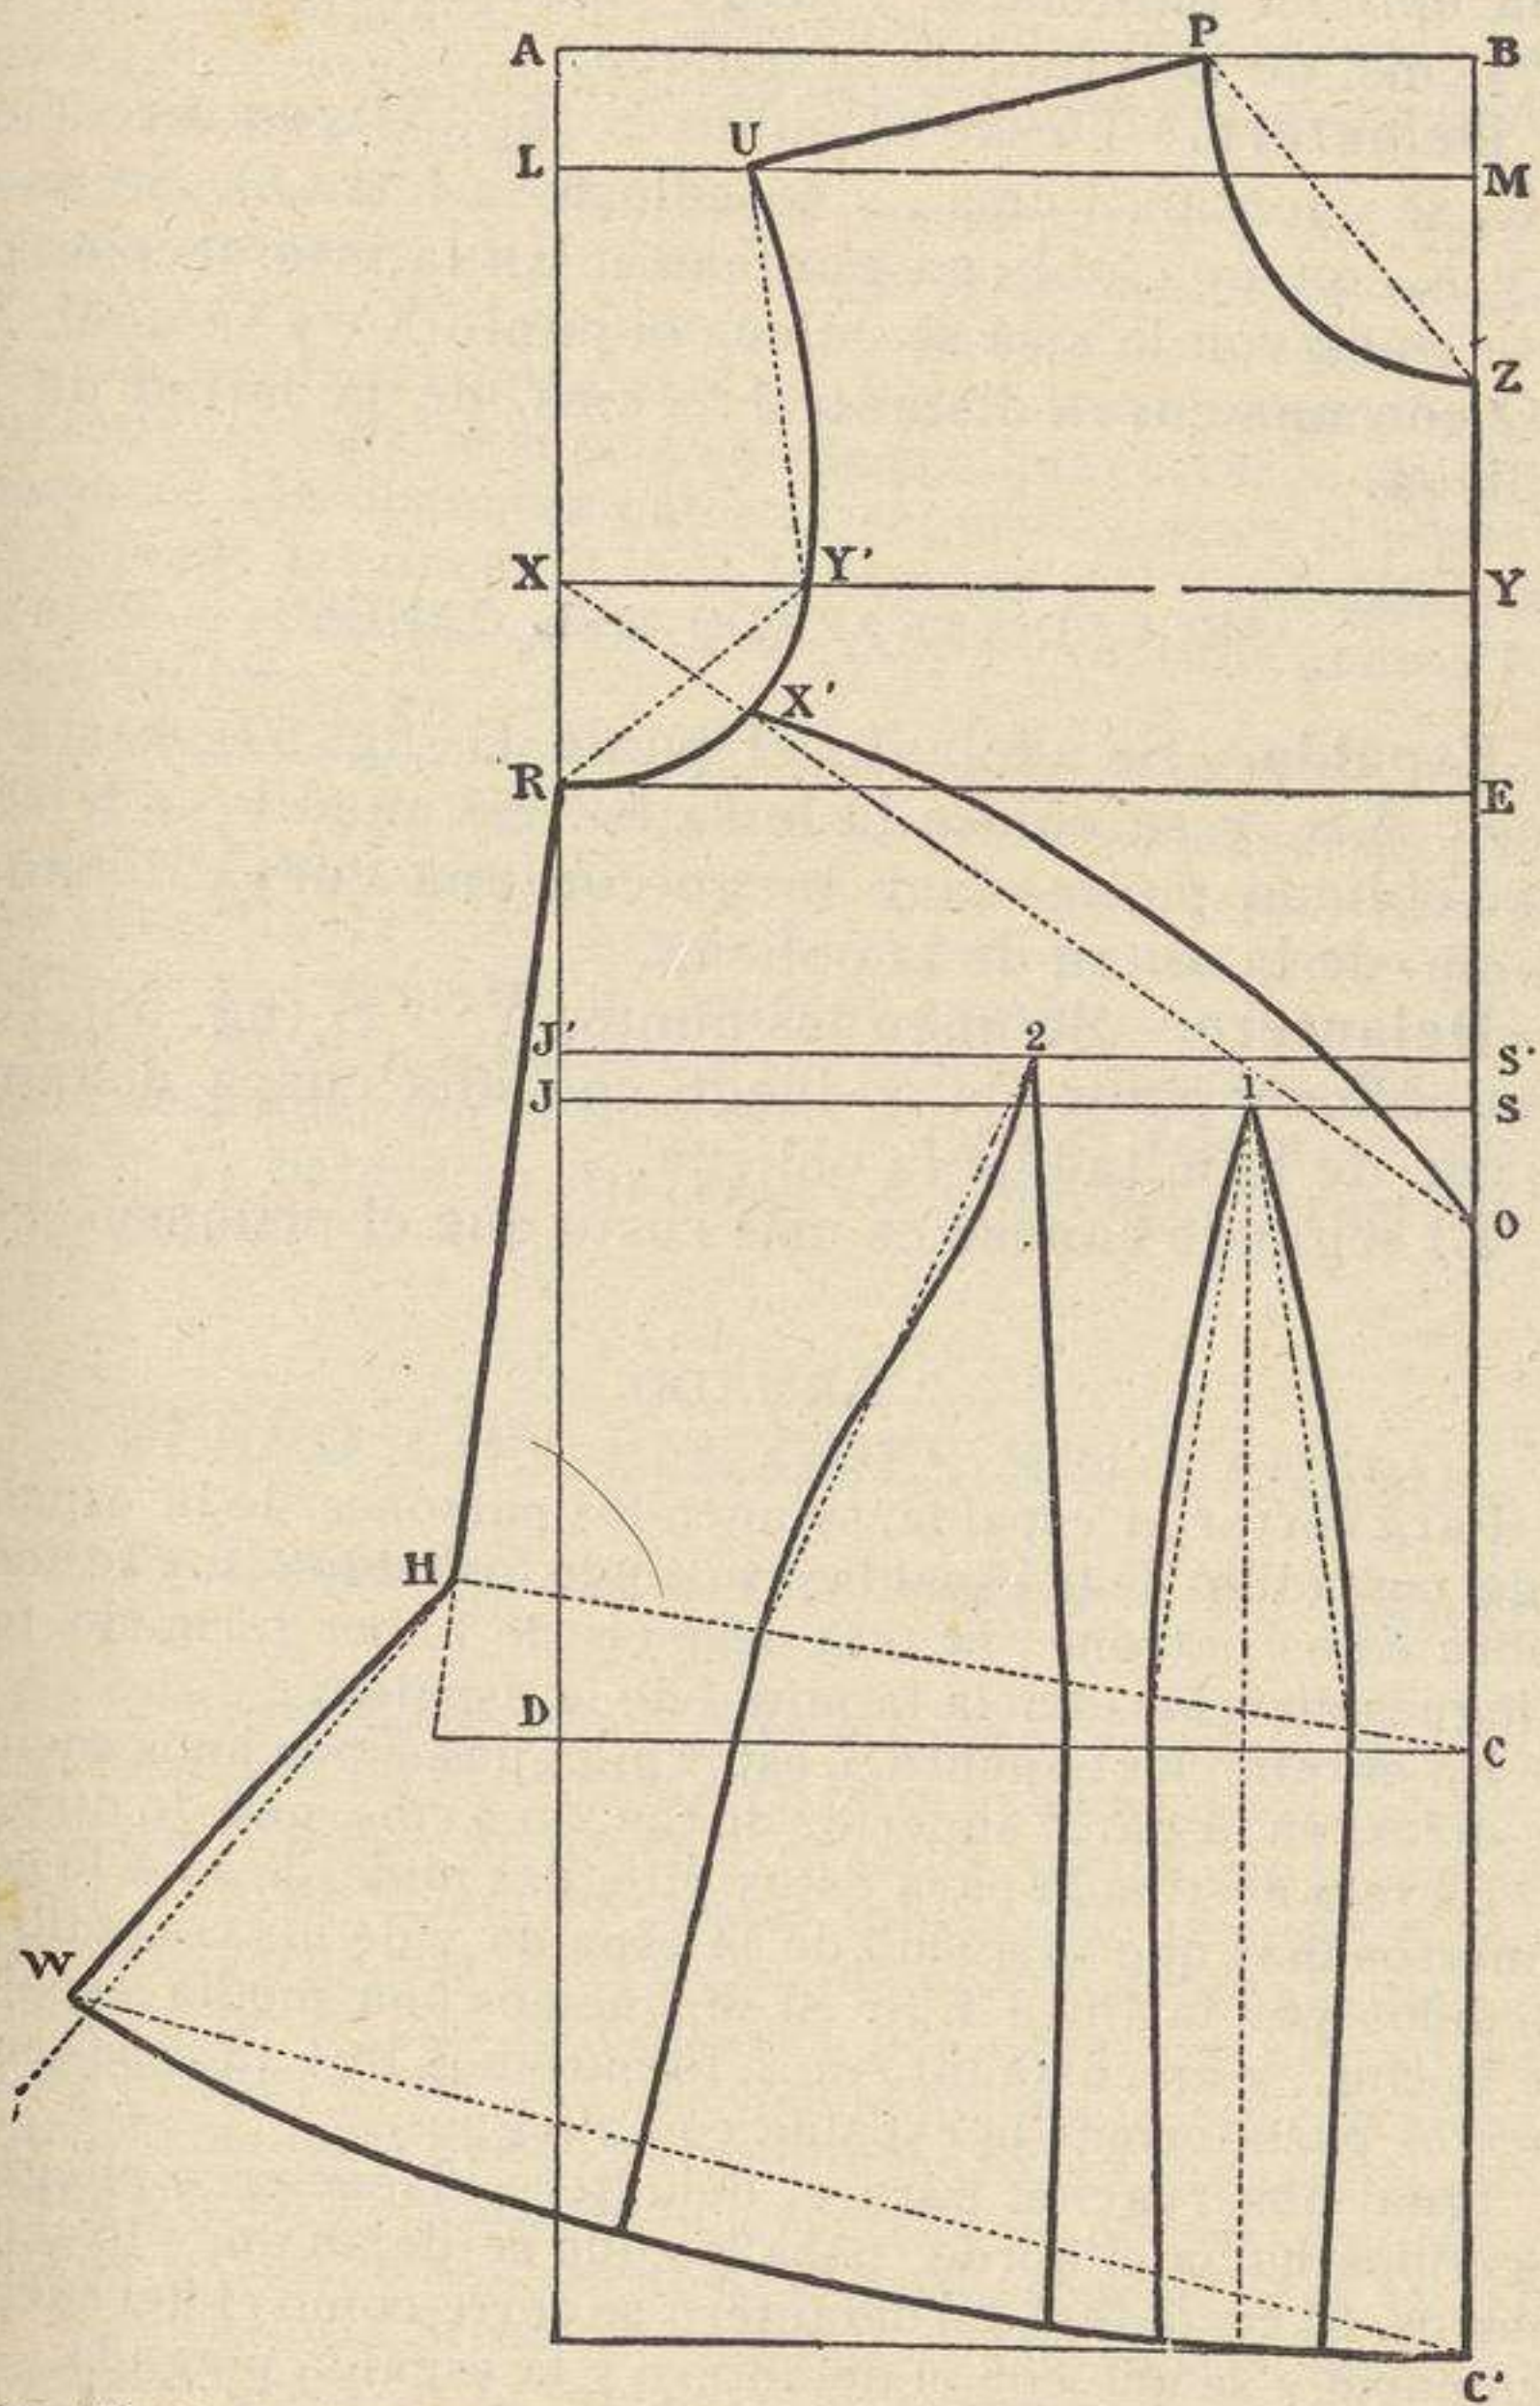

Fig. 53 ( $\frac{1}{5}$  del tamaño real).—Delantero del canesú (1.er trazado).
**Delantero.**—Desde el punto S (fig. 53), en dirección á C, se cuentan 3 cms., y se coloca la letra O. Se unen O y X con una oblicua punteada. En la intersección de esta línea con la sisa se coloca el punto X', y se unen X' y O con una curva distante  $1\frac{1}{2}$  cms. de la mitad de la oblicua.
**Delantero.**—Se unen los puntos Y' y S (fig. 53), con una oblicua punteada y luego con una curva distante  $\frac{1}{2}$  cm. de la mitad de la oblicua.